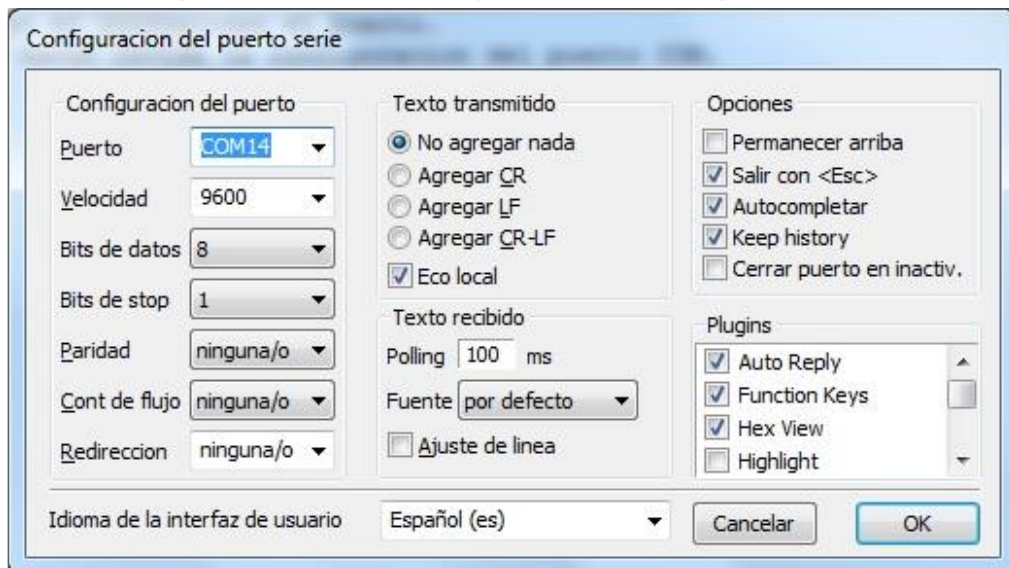

Figura 9.3 Pantalla de configuraciones del programa termite
- 5- Una vez en Config, presionando en "Puerto" se abrirá una ventana con todos los equipos disponibles para conectarse tal como muestra la Figura 9.3. De no saber cuál es su equipo observar qué puerto COM desaparece y aparece cuándo lo desconecta y vuelve a conectar.